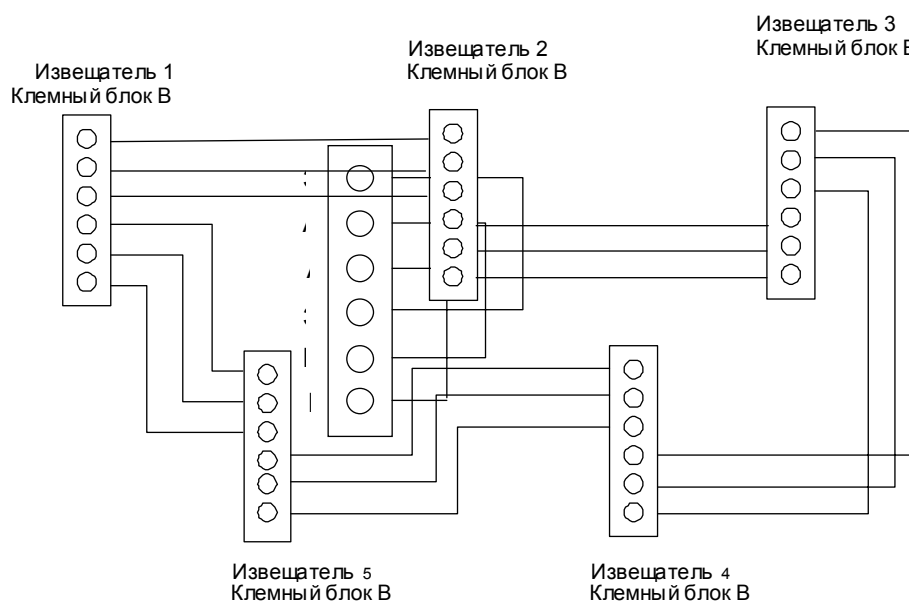

Рис.11 Схема соединений для VESDAnet
- б) подсоедините VESDAnet провода к клеммным блокам как показано на Рис. 11. На схеме приведён пример с пятью извещателями. Таким же образом выполняется подключение двух или более извещателей.